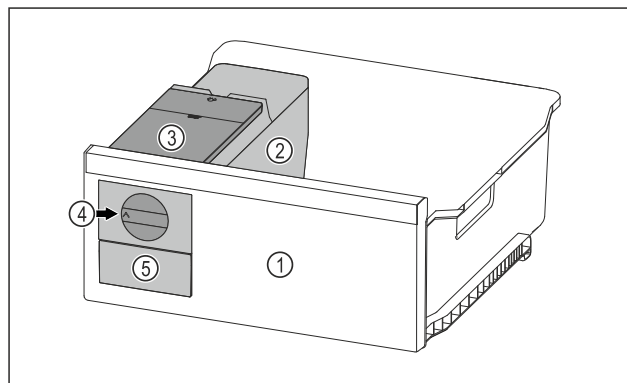

Fig. 163 Immagine a titolo di esempio
- Ruotare la manopola Fig. 163 (4) verso destra finché non si arresta.
- I cubetti di ghiaccio cadono dalla ciotola dei cubetti di ghiaccio nel cassetto dei cubetti di ghiaccio Fig. 163 (5). Se non tutti i cubetti di ghiaccio fuoriescono dalla ciotola dei cubetti di ghiaccio: